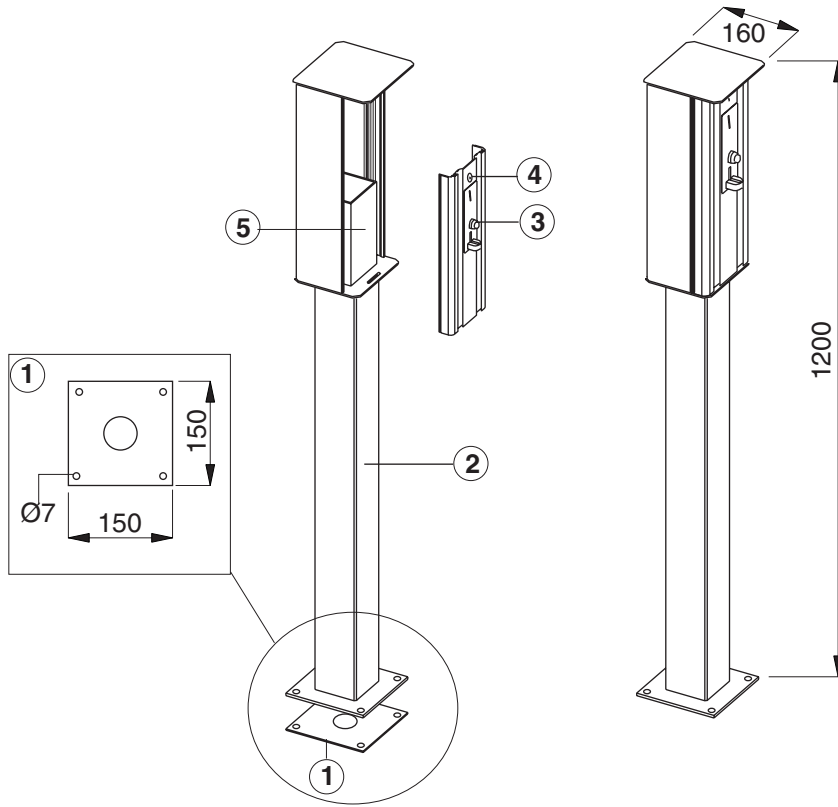

fig. 1
**2. Riferimenti illustrazioni (fig. 1 e 2)**
**2. Reference to illustrations (fig. 1 and 2)**
**2. References (fig. 1 et 2)**
**2. Verweise auf Abbildungen (Abb. 1 und 2)**